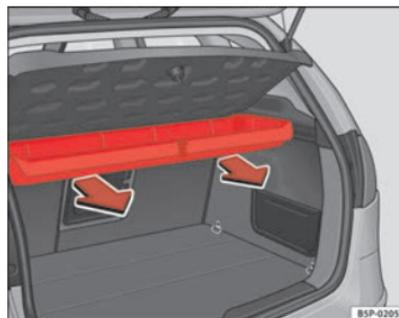

Fig. 124 Démontage du casier de rangement
- Tirez vers l'extérieur jusqu'à ce que le casier soit débloqué des axes de rotation ⇒ fig. 124.